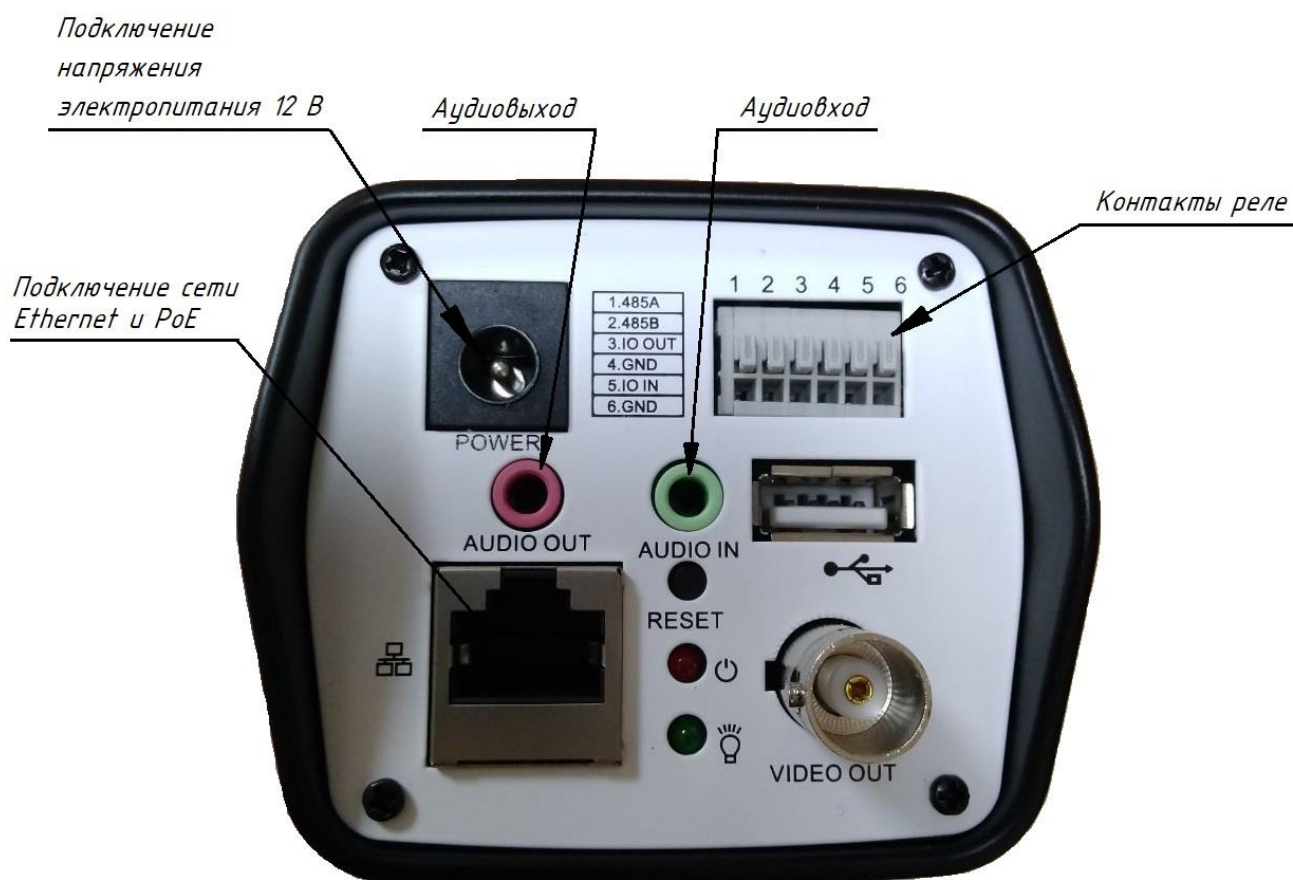

Рисунок 2 – Схема задней панели IP-видеокамеры SDP-866
- 3) выполнить подключение электропитания и информационных проводов – схема задней панели с разъемами для подключения приведена на рис. 2;